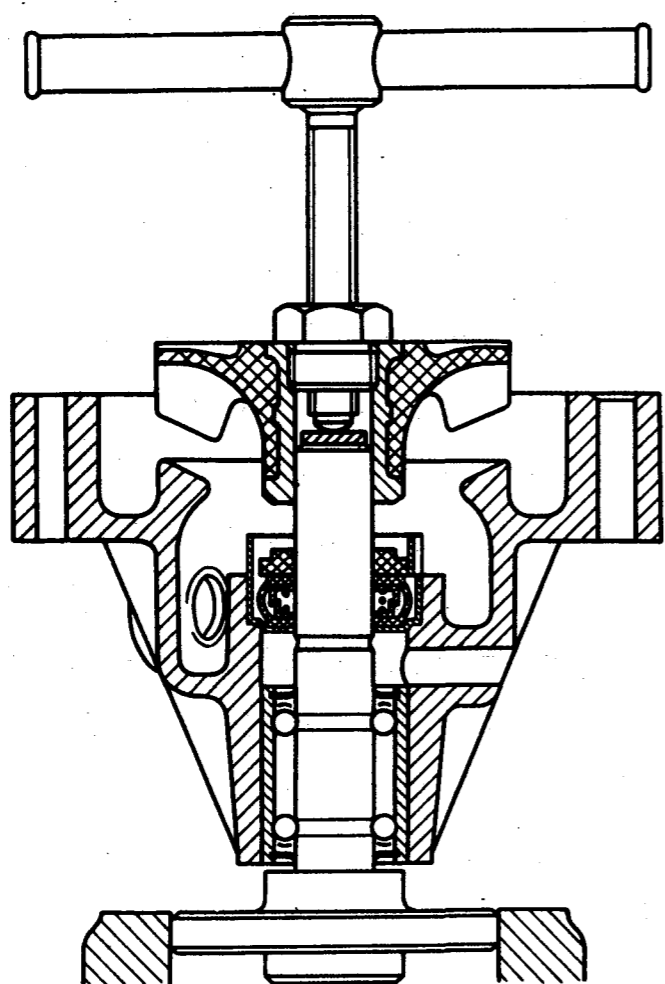

Рис. 71. Снятие крыльчатки водяного насоса
- съемником снять крыльчатку (рис. 71);